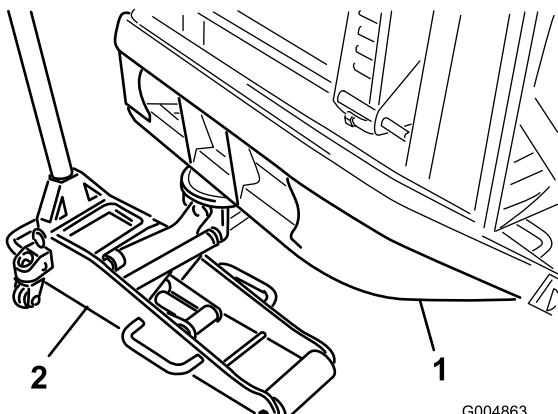

Figure 14
- Placez une chandelle sous chaque moteur de roue et un cric sous le pare-chocs arrière (Figure 14), ou utilisez un palan aérien.